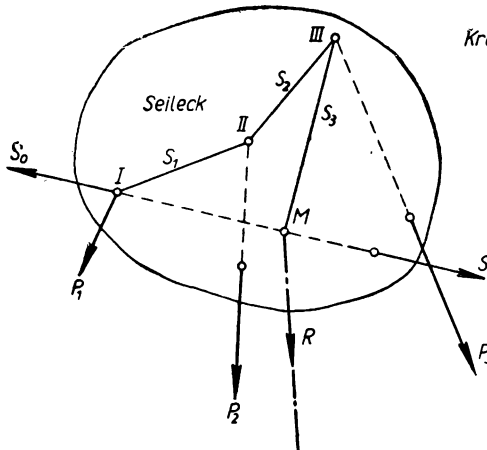
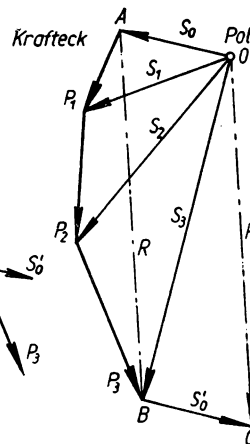
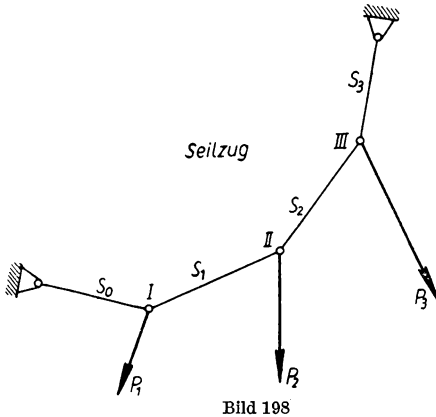

Bild 196
Bild 197
Bild 198
**Lösung:** Man fügt wie in Aufg. 322 zwei beliebige gleich große, sich aufhebende Hilfskräfte  $S_0$  und  $S_0'$  hinzu (Bild 196). Nun setzt man im Kräfteck (Bild 197)  $S_0$  und  $P_1$  zusammen zur Mittelkraft  $S_1$  und zieht deren Richtungslinie in Bild 196 durch Punkt  $I$ . Weiter im Kräfteck  $S_1$  mit  $P_2$  vereinigt zu  $S_2$ ; dazu die Parallele in
Bild 196 durch Punkt *II*. Dann  $S_2$  mit  $P_3$  vereinigt zu  $S_3$ ; Parallele durch Punkt *III*. Um endlich die Richtung von  $S_3$  in Bild 196 zum Schnitt mit der letzten Kraft  $S'_0$  zu bringen, muß man sie rückwärts verlängern bis *M*. Durch *M* geht die Gesamt-
Mittelkraft *R* hindurch. Ihre Größe und Richtung findet man im Krafteck (Bild 197), indem man  $S_3$  mit der letzten Kraft  $S'_0$  zu  $OC = R$  zusammensetzt, oder einfacher unmittelbar als Schlußlinie *AB* des Kräftezuges  $P_1-P_2-P_3$  (wie in Aufg. 312).
Wenn man den Linienzug  $S_0-S_1-S_2-S_3$  durch ein Seil verkörpert (Bild 198), so halten in jedem Eckpunkte die Seilspannkräfte der dort angreifenden Last das Gleichgewicht. Man nennt deshalb den eckigen Linienzug des Seiles den „Seilzug“. Das geschlossene Vieleck *I-II-III-M* in Bild 196, welches durch rückwärtige Verlängerung der
äußersten Seilseiten  $S_0$  und  $S_3$  bis zu ihrem Schnittpunkte *M* entsteht, heißt „Seileck“ (Seilpolygon). Die Strahlen  $S_1, S_2, S_3$  im Krafteck (Bild 197) heißen „Seilstrahlen“; ihr Schnittpunkt *O* heißt der „Pol“.